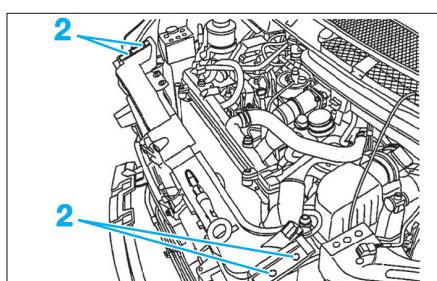

Fig. 16
- Déposer les 4 vis de fixation (2) de la façade du groupe motoventilateur (Fig.16) et incliner l'ensemble vers l'avant.